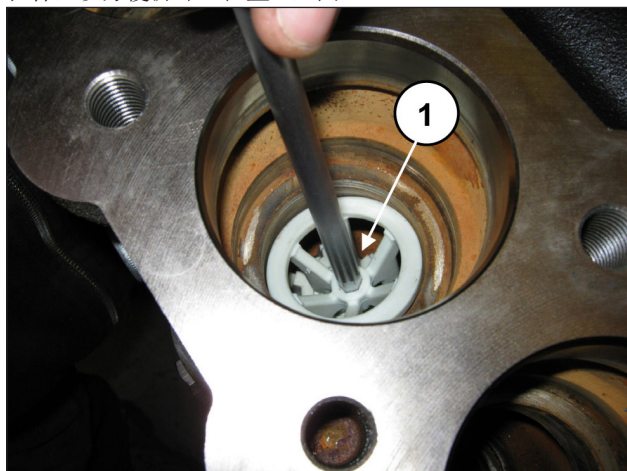

图 106
取出阀导承定距块，可将一个8毫米内六角扳手插入阀座作杠杆，以方便拆卸（位置①，图 106）。